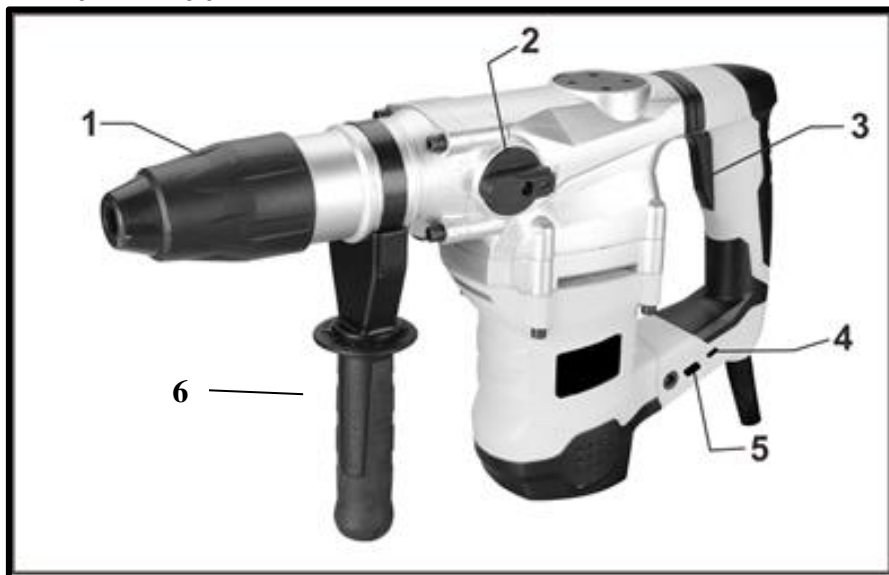

Рис.1.
3. Дополнительная Ручка (6) рис.1.
6. Переключатель режимов(2)рис.1.